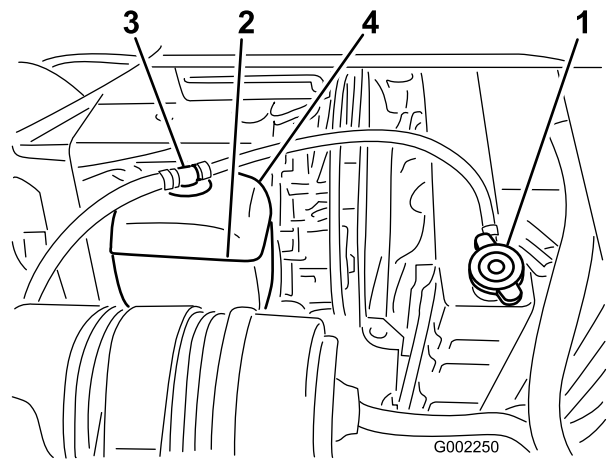

図 52
2. エンジンが十分に冷えているのを確認してラジエターのキャップを開ける (図 52)。